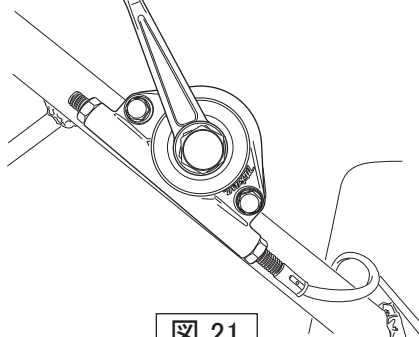

図 21
3. 調速レバーを低速(アイドリング位置)にします。(図21)